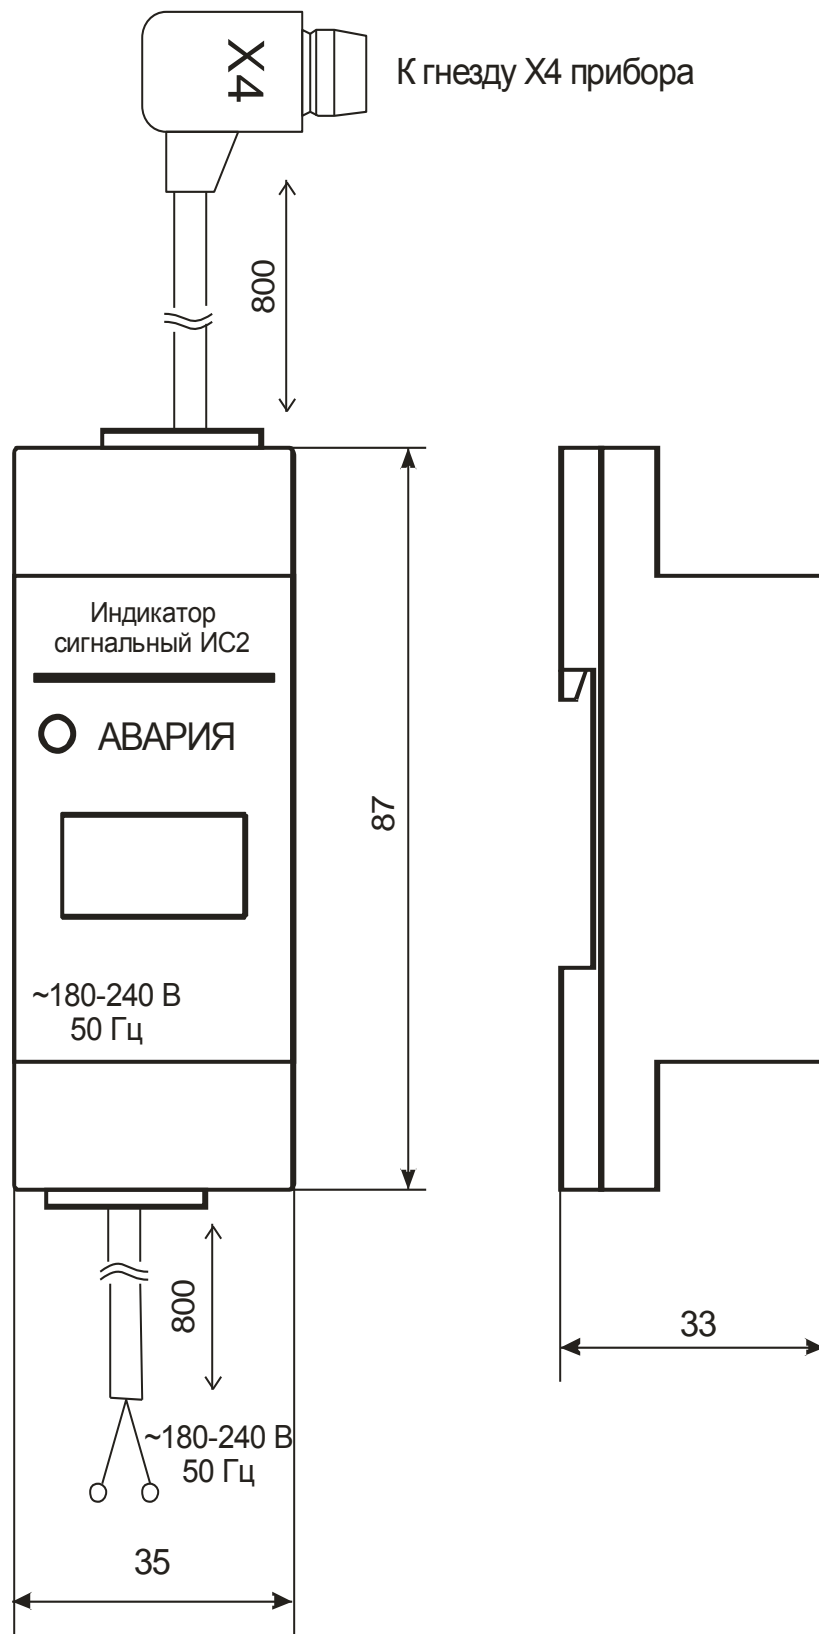

Рисунок 2 – Внешний вид и схема подключения индикатора сигнального ИС2
2.3 Модуль ИС2 (Индикатор сигнальный ИС2) (рис.2) представляет собой модуль, содержащий блок индикации с цифровым дисплеем. Модуль обеспечивает индикацию режима работы электроустановки, предназначен для установки на электрический щит (шкаф, место оператора).